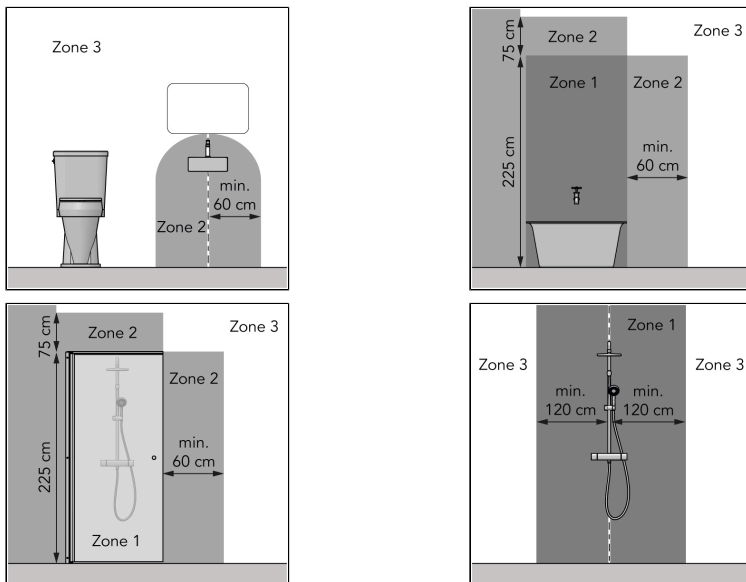

Abbildung 33.
- in Zone 3 eines Toilettenraums oder Badezimmers mit Badewanne, Dusche mit Abschrümung und Dusche ohne Abschrümung, siehe Abbildung 33;